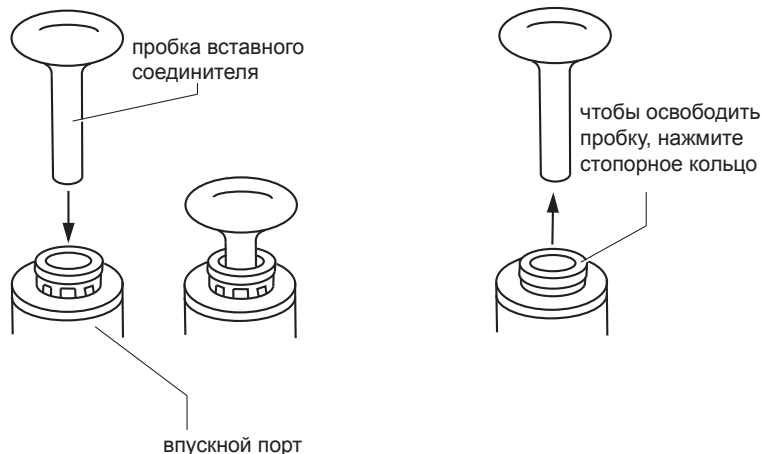

Рис. 38. Установка и извлечение пробки из вставного соединителя
3. При поставке впускной и выпускной порты газоанализатора закрыты пробками. Вставьте одну из этих пробок во впускной порт, как показано на Рис. 38.